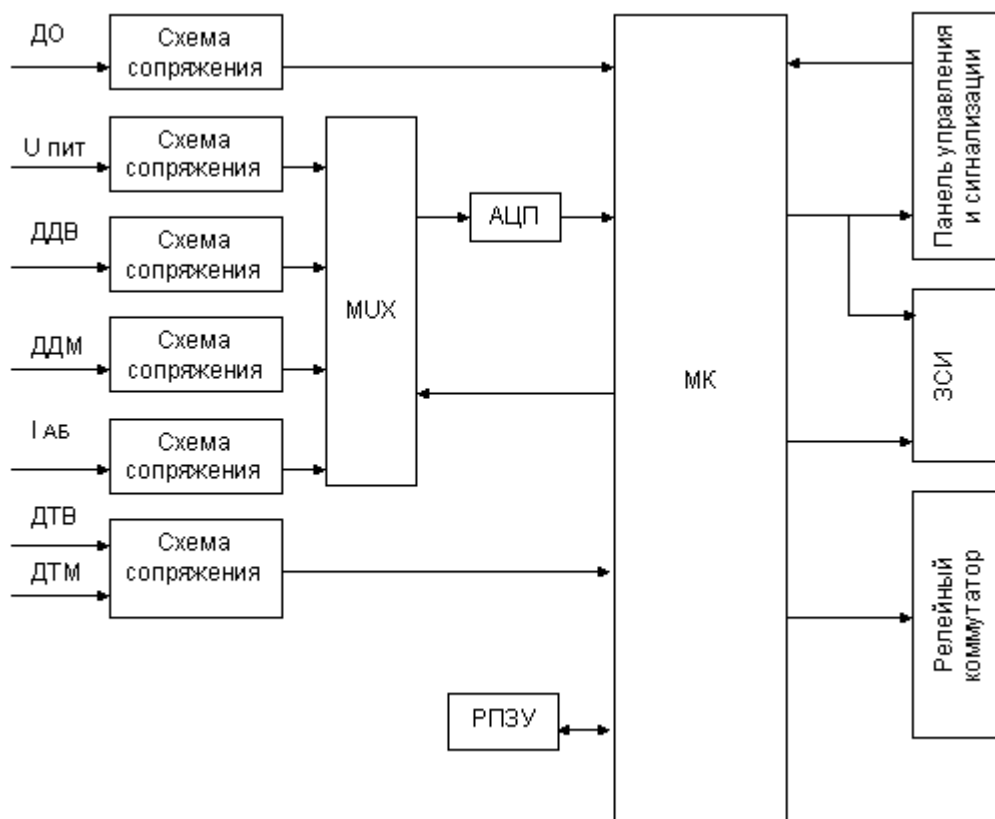

Рисунок 2 - Структурная схема ПУ
Структурная схема ПУ изображена на рис. 2.
- индикацию измеренной частоты на знакосинтезирующем индикаторе ЗСИ (см. рис. 2);
Значение показаний моточасов хранятся в энергонезависимой памяти ПУ-РПЗУ (см. рис. 2) и сохраняются при выключении питания ПУ.
- подключение измеряемого сигнала к АЦП (см. рис. 2) с помощью мультиплексора;
- преобразование величины напряжения в 8-ми разрядный код с помощью АЦП (см. рис. 2);
- преобразование тока, протекающего через датчик тока батареи ДТБ (см. рис. 2), в сигнал напряжения;